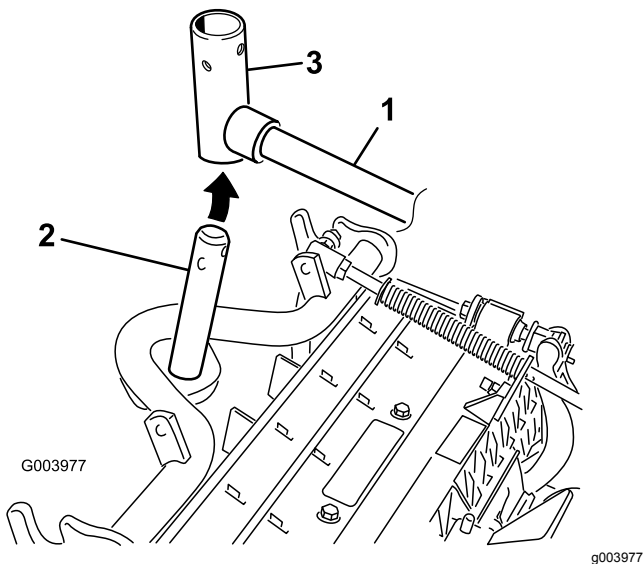

Bild 11
8. Frontschneideinheiten: Schieben Sie eine Schneideinheit unter den Hubarm und schieben Sie gleichzeitig die Trägerrahmenwelle in das Gelenkjoch des Hubarms (**Bild 11**).
- B. Setzen Sie das Hubarmjoch in die Trägerrahmenwelle ein (**Bild 11**).